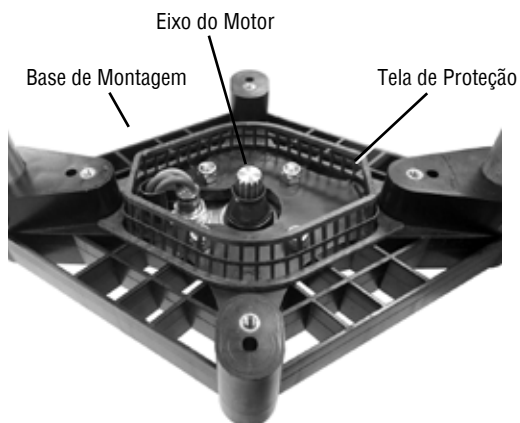

Figura 4
- a) Encaixe a tela de proteção na base de montagem, como mostrado. Não são necessários parafusos de fixação (Figura 4).